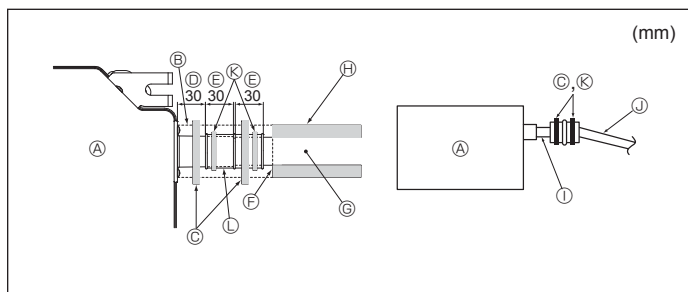

Fig. 3-5
1. Sluit de aftapbus (meegeleverd met de unit) aan op de afvoeropening. (Fig. 3-5) (Bevestig de buis met behulp van PVC-plakband en zet deze stevig vast met behulp van een band)